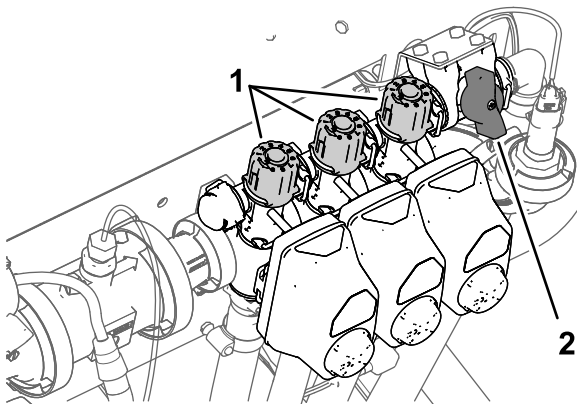

Bild 30
- Stellen Sie den linken Abschnittschalter ab und stellen das Handrad für das Abschnittsicherheitsventil (Bild 30) ein, bis die angezeigte Dosierung dem vorherigen Niveau gemäß der Tabelle entspricht.
- Stellen Sie das Handrad für das rechte Abschnittsicherheitsventil (Bild 30) ein, bis die Dosierung gemäß der Tabelle am vorherigen Niveau liegt.
- Stellen Sie das Handrad für das mittlere Abschnittsicherheitsventil (Bild 30) ein, bis die Dosierung gemäß der Tabelle am vorherigen Niveau liegt.